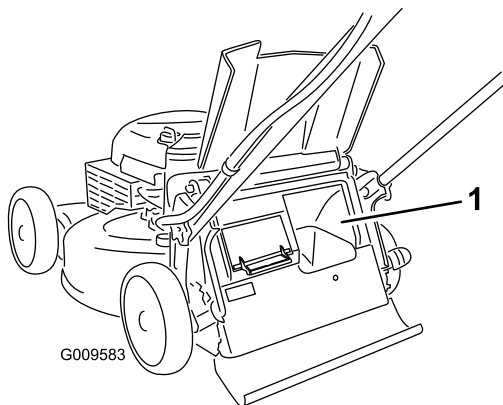

Figuur 17
- **Als u het gras en de bladeren wilt opvangen**, druk dan op de knop van de grasvangerhendel en beweeg deze naar voren tot de knop op de hendel naar boven klikt (Figuur 17).